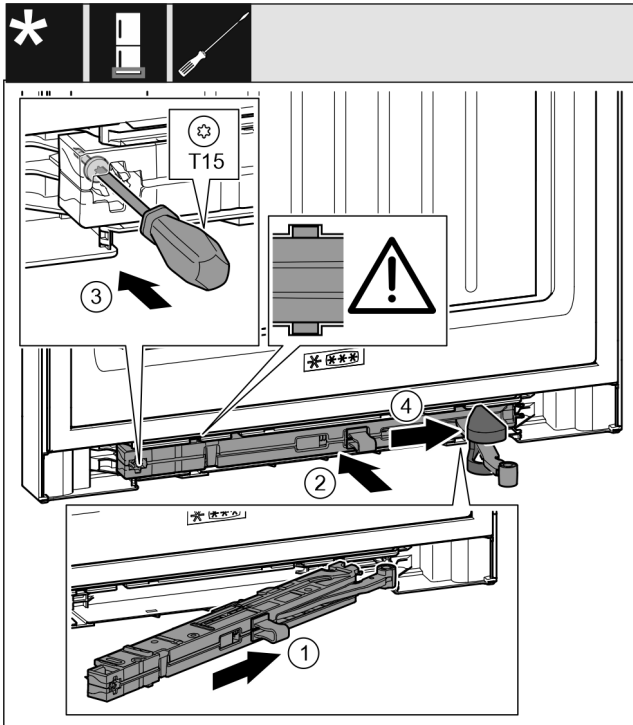

Fig. 46
- ▶ Shtyni pjerrtas deri në fund brenda në fole njësinë e amortizatorit të mbylljes, në anën e bazamentit mbështetës. Fig. 46 (1)
- ▶ Shtyjeni njësinë e amortizatorit të mbylljes plotësisht brenda në fole. Fig. 46 (2)
- ▶ Mbërtheni fort vidën me një kaçavidë T15. Fig. 46 (3)
- ▶ Shtyni kapakun mbulues mbi krahun e mbylljes. Fig. 46 (4)